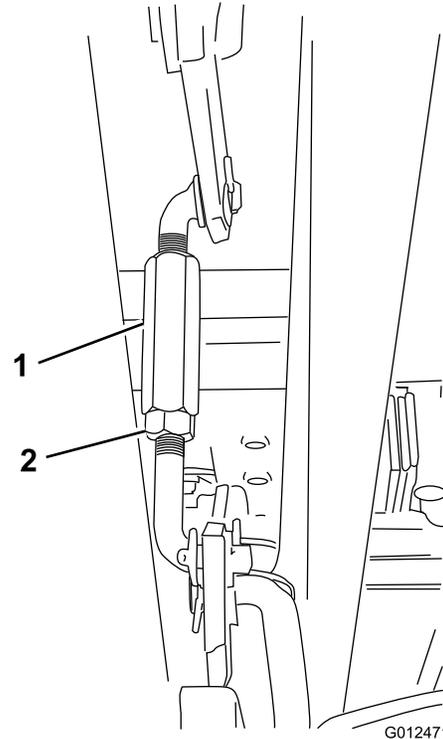

Bild 49
8. Lösen Sie die Klemmmutter am Ende der Spannschraube (an der rechten Seite der Maschine; siehe Bild 49) und stellen Sie die Spannschraube ein, bis der Abstand zwischen der vorderen Spitze des linken Messers und der flachen Oberfläche 55 mm beträgt.